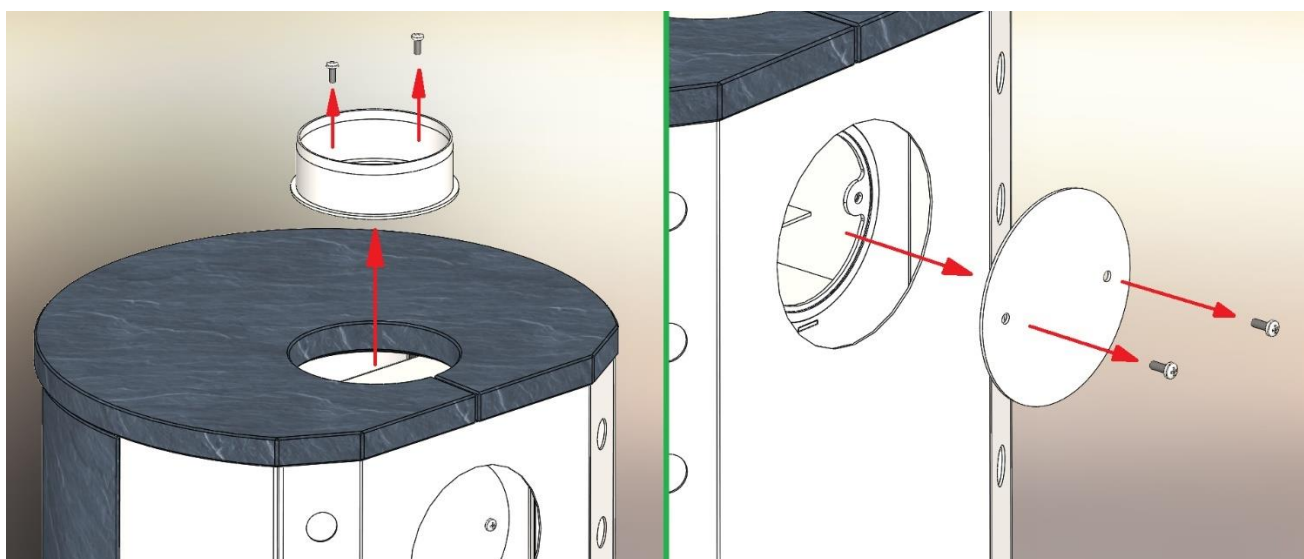

Figura 2 Sostituzione del raccordo del tubo di scarico e del coperchio del tubo di scarico
3. Figura 2 Sostituzione del raccordo del tubo di scarico e del coperchio del tubo scarico	Pagina 5